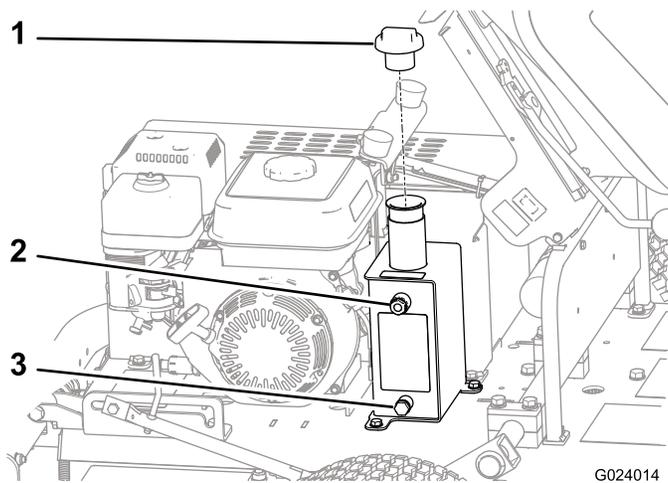

Figura 34
3. Individuate il vetro spia (Figura 34) sul lato del serbatoio del fluido idraulico.
4. Se il livello dell'olio è basso, togliete il tappo dalla parte superiore del serbatoio (Figura 34) e versate fluido quanto basta per raggiungere il livello adeguato sul vetro.
1. Collocate una bacinella di spurgo sotto il tappo di spurgo del serbatoio idraulico (Figura 34).
2. Togliete il tappo di spurgo dal retro del serbatoio (Figura 34).
8. Togliete il tappo del serbatoio del fluido (Figura 34).